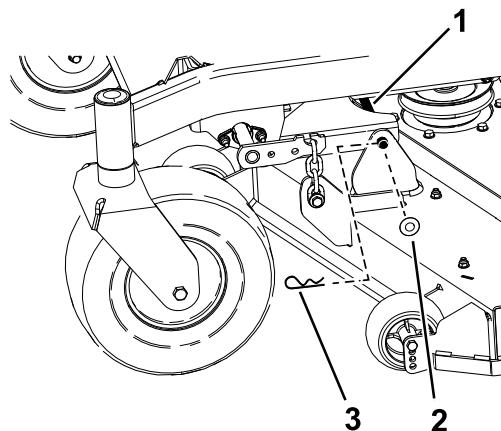

Figura 64
- Retire la chaveta y la arandela que sujetan el pasador de enganche al bastidor y a la carcasa; retire el pasador de enganche (Figura 64).
9. Sujete el perno de enganche con las chavetas y las arandelas que retiró anteriormente (Figura 64).